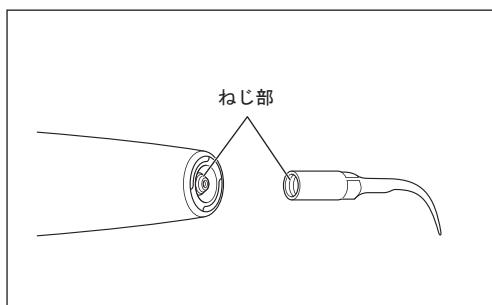

図14
- 1) スケーラーハンドピース、チップのねじ部に、ごみが付着していないか確認します（図14）。